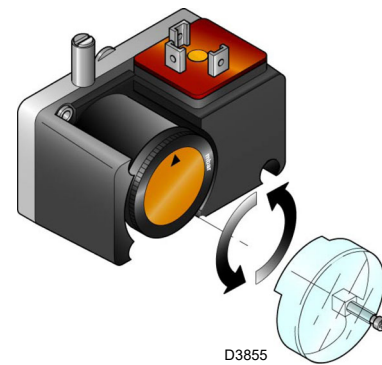

Fig. 30
- Régler le pressostat gaz seuil minimum (Fig. 30 à la page 33) en début d'échelle.
Effectuer le réglage du pressostat gaz seuil minimum (Fig. 30) après avoir réglé le brûleur, les vannes de gaz et le stabilisateur de rampe.